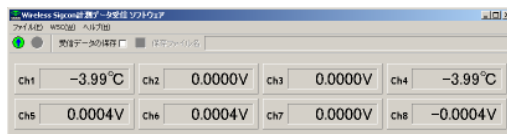

図 34. WSC-ULP 計測ソフトウェアの画面
- ① パソコンにインストールした **WSC-ULP** 計測ソフトウェア『WSC\_Measure.EXE』を起動します。
- ② 図 34 のような画面が表示されます。計測データをファイルに保存する場合には『受信データの保存』にチェックを入れて、ツールバーの『保存ファイル名の指定』をクリックして保存先のフォルダ、ファイル名を指定してください。
- ③ 送信機～受信機の通信が確立していることを確認し、ツールバーの『計測開始』ボタン(左端)をクリックしてください。
- ④ 正常に計測ができている場合には、画面に計測データが表示されます。また、『受信データの保存』がチェックされている場合には指定されたファイルに計測データが保存されます。送信機～受信機の通信が途絶した場合にはデータ表示欄に『——』と表示され、データも保存されません。送信機～受信機間の通信が復旧した時点でデータの表示と保存が再開されます。
- ⑤ 計測を停止する場合にはツールバーの『計測停止』ボタン(左から2番目)をクリックしてください。